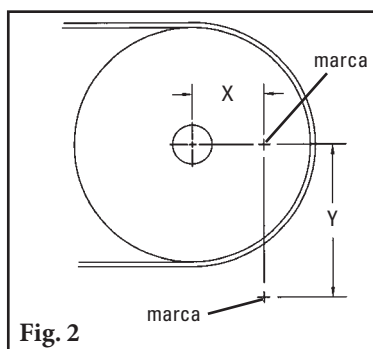

Fig. 2
2. **Desenhe as dimensões na parede do chute.** Meça a dimensão X horizontalmente a partir do centro do eixo do tambor e marque. (NOTA: Pode ser mais fácil colocar um nível em cima do eixo do tambor, desenhar uma linha horizontal e então mediar a metade do diâmetro do eixo e fazer uma linha a partir da frente do eixo. Agora subtraia a metade do diâmetro do tambor a partir da coordenada X e meça na linha e faça uma marca) Então, meça para baixo, verticalmente, a dimensão Y e marque. Esta é a posição correta a partir do centro do eixo do limpador (Fig. 2). Desenhe e marque as mesmas dimensões no outro lado.